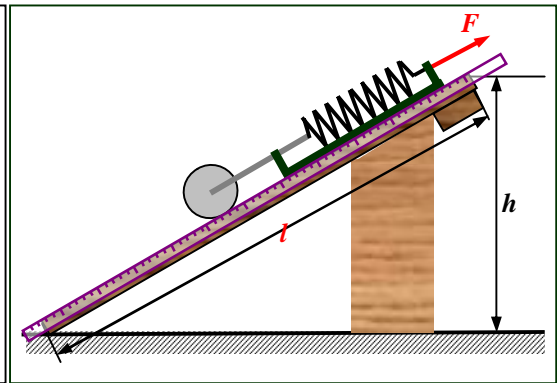

Рис. 58.4. Измерим силу F , необходимую для поддержания (равномерного перемещения) цилиндра на наклонной плоскости.
4. С помощью опоры установите доску так, как это показано на рис. 58.4.